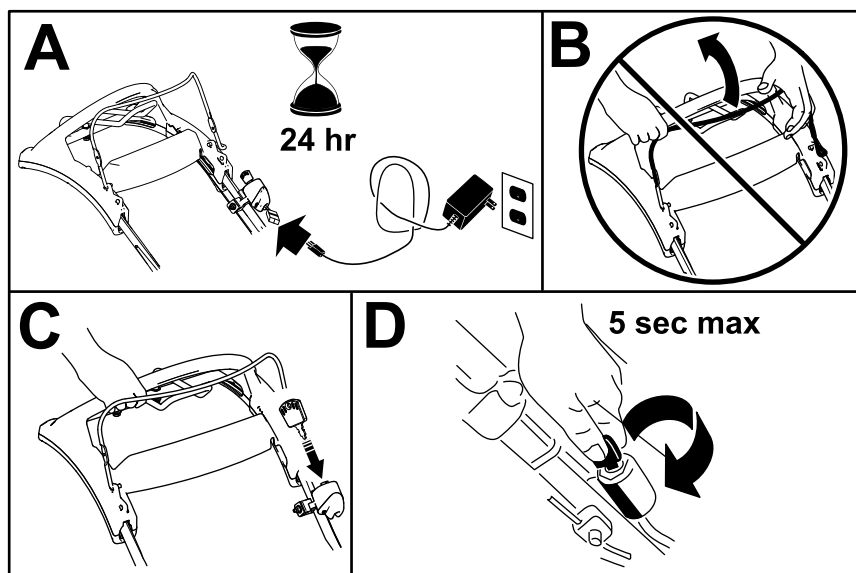

Figura 15
1. Carregue a bateria durante 24 horas antes de utilizar a máquina pela primeira vez (A da Figura 15).
Importante: Não tente ligar o motor com a barra de controlo da lâmina engatada. O fusível poderá queimar (B da Figura 15).
2. Insira a chave da ignição na ignição (C da Figura 15).
3. Rode e mantenha a chave na posição de Arranque; quando o motor arrancar, liberte a chave (D da Figura 15).